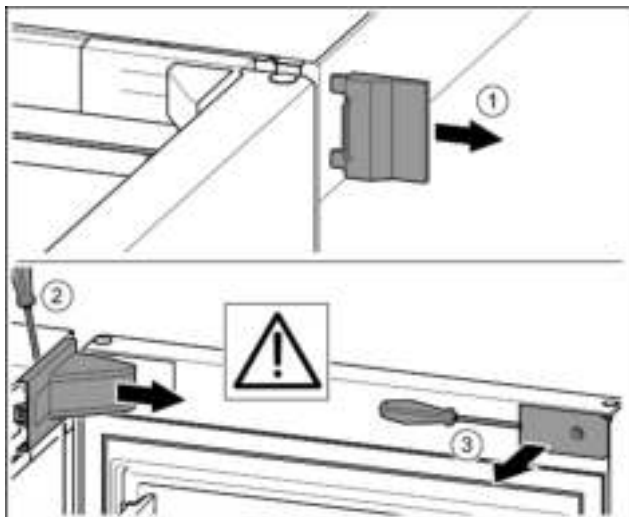

Fig. 9
- ▶ Buitenste afdekking verwijderen. Fig. 9 (1)
- ▶ Afdekking van de lagerbus met behulp van een schroevendraaier losmaken. Afdekking van de lagerbus verwijderen. Fig. 9 (2)
- ▶ Paneel met de sleufschroevendraaier losmaken en naar de zijkant draaien. Fig. 9 (3)